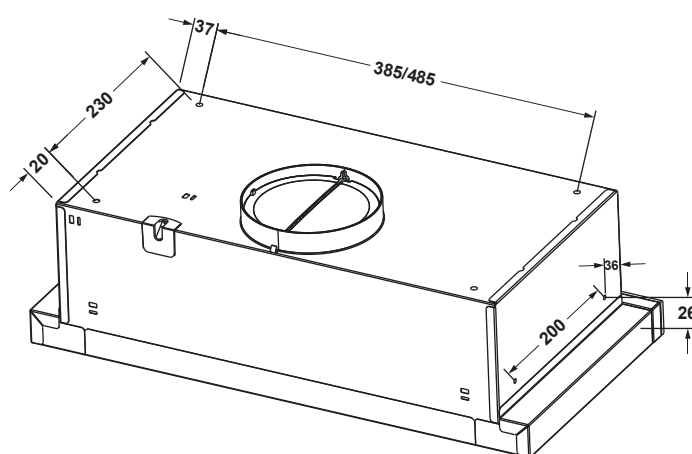

Рис.4
6.5 Крепить вытяжку к шкафчику рекомендуется использовать 4 саморезы 4,8х13 DIN968 с середины вытяжки (саморезы в комплект поставки не входят). (**рис.4 / 4.1**).